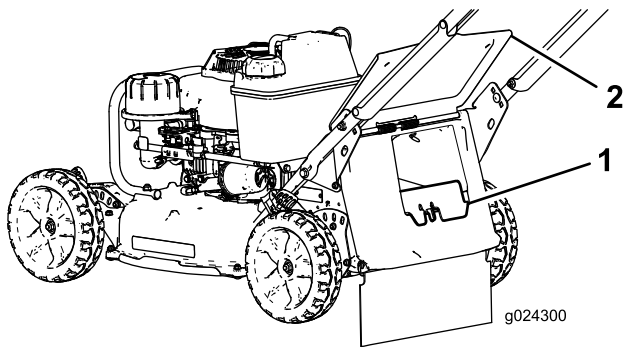

Figura 20
- Si el tapón de descarga trasera no está instalado, sujételo por el asa, eleve la puerta trasera e introdúzcalo en el conducto de descarga trasera hasta que el enganche encaje en su sitio (Figura 20).
3. Retire el tapón de descarga trasera presionando el enganche hacia dentro con el dedo pulgar y extrayendo el tapón de la máquina (Figura 20).